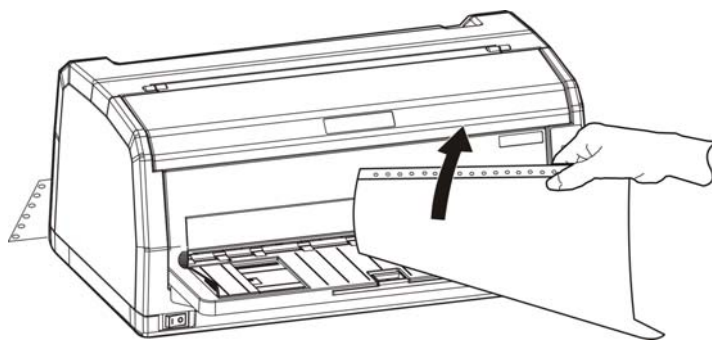

图 3-13 撕连续纸
1. 打印机的出厂默认设置已开启进纸至撕纸位功能。打印完毕后，打印机自动将连续纸的页缝送至撕纸位置。此时，用手将纸张沿打印机前盖边缘（切纸边）撕开（如图 3-13 所示）。撕连续纸前，如果纸张的页缝未正确对准打印机前盖边缘，请调整撕纸位置（参考“第四章 控制面板”中的“调整撕纸位置”部分）。